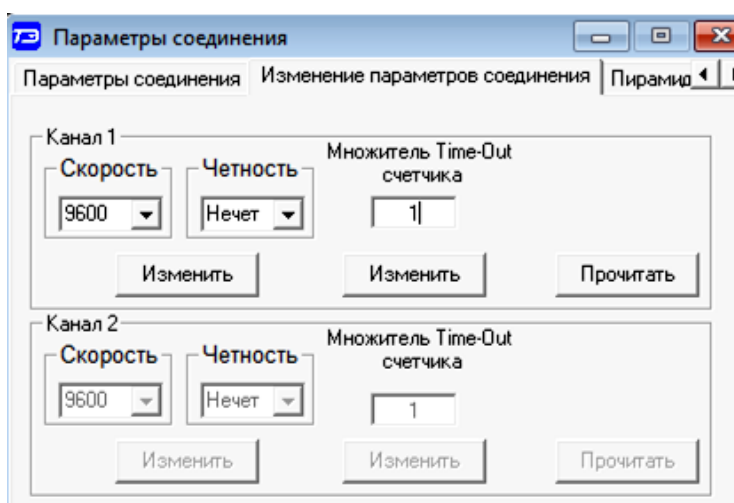

Рисунок 3 – Форма «Параметры соединения», вкладка «Изменение параметров соединения»
- открыть вкладку «Изменение параметров соединения» формы «Параметры соединения» (рисунок 3);
4.3 Скорость обмена по каналу RS-485 может быть изменена через оптопорт, посредством вкладки «Изменение параметров соединения» формы «Параметры соединения» (рисунок 3).